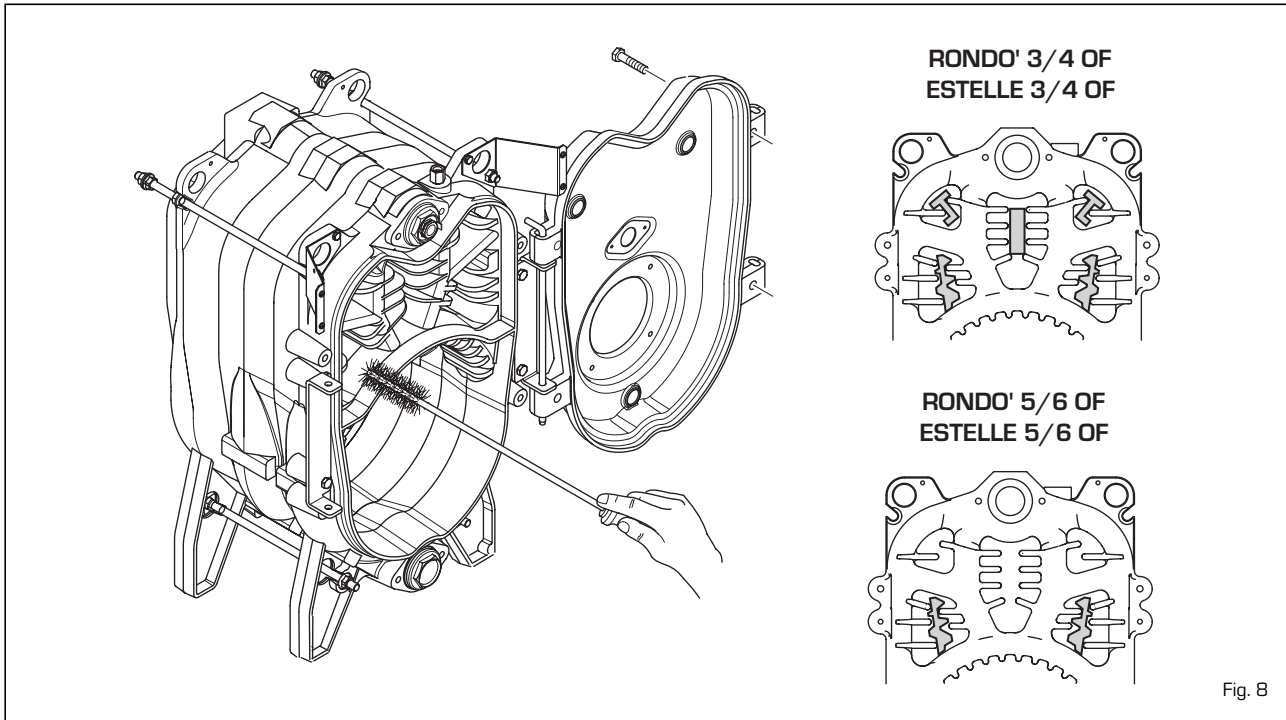

Fig. 8
**3.3.1 Côté fumées chaudière (fig. 8)**